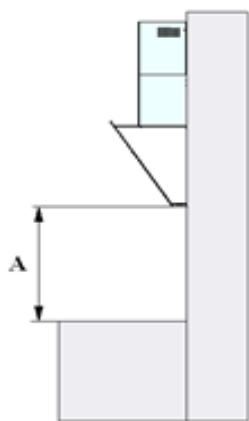

Рис. 4
3. Приложите корпус вытяжки к стене, сохраняя минимальное расстояние А (65 см для электрических и 75 см для газовых плит) между нижним краем вытяжки и поверхностью для приготовления пищи на плите (рис. 4).